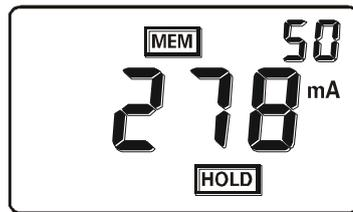

图10
*如图 10，锁定被测电流 278mA，同时作为第 50 组数据存储，此时内存已满。